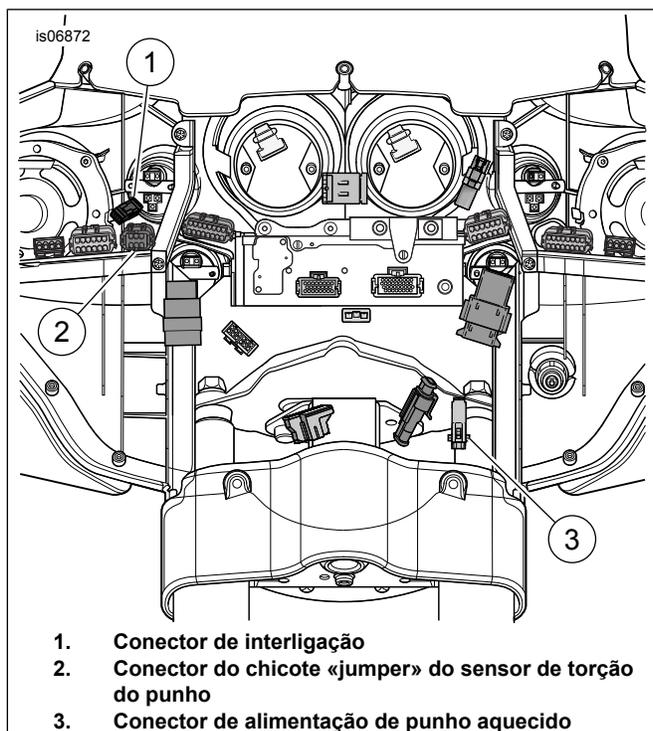

Figura 5. Fiação da Carenagem (Modelos FLH)
Ver Figura 5 . O conector de alimentação do punho (3) tem uma tampa que deve ser removida antes de conectar à fiação do veículo.
2. Ver Figura 5 . Ligar metade do conector de alimentação do punho esquerdo ao conector de alimentação do punho (3).
3. Ligar (1) ao conector do punho do lado esquerdo.
- c. Ligar o conector do chicote principal TGS do chicote «jumpers» ao conector (2).